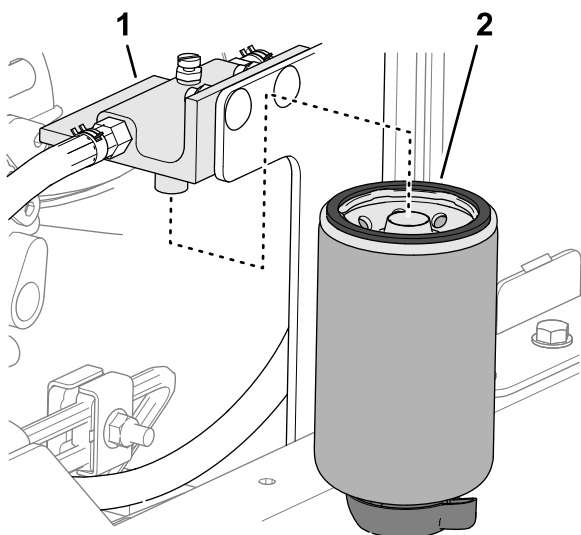

Рисунок 84
2. Очистите головку и корпус фильтра (Рисунок 84).